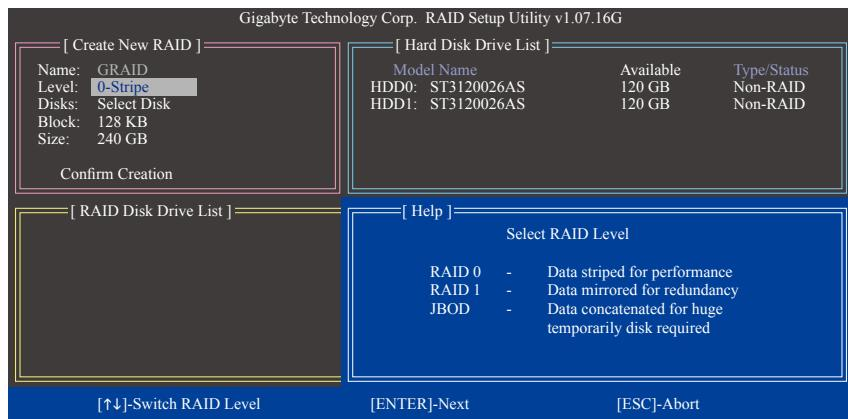

图5
请在「Create New RAID」区依序设置制作磁盘阵列所需的信息。(图5)
2. 选择要制作的磁盘阵列模式(Level): 以<↑>或<↓>键选择欲制作的磁盘阵列模式，选项有 RAID 0 (Stripe)、RAID 1 (Mirror) 及JBOD (图5)。完成后按<Enter>键移至下一步骤。